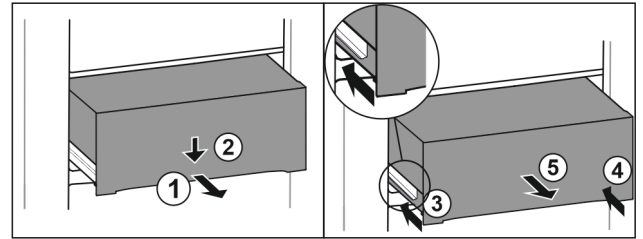

Fig. 111
- ▶ Extraiga el cajón hasta la mitad. Fig. 111 (1)
- ▶ Presionar hacia abajo el cajón de la parte delantera. Fig. 111 (2)
- ▶ Introducir el carril izquierdo unos 2 cm. Fig. 111 (3)
- ▶ Introducir el carril derecho unos 2 cm. Fig. 111 (4)
- ▶ Extraiga el cajón hacia delante. Fig. 111 (5)